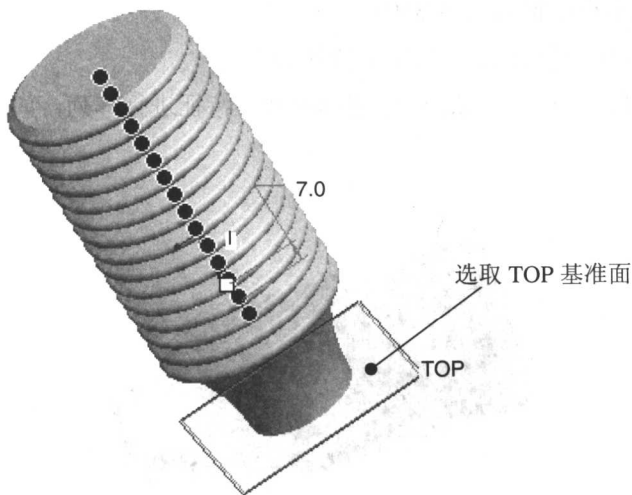

图 1.10 选取 TOP 基准面
(3) 选择阵列控制方式：在操控板中选择以“方向”方式控制阵列。
(4) 给出增量（间距）、阵列个数。选取如图 1.10 所示的 TOP 基准面，在操控板中设置增量（间距）值 7.0，并按回车键；输入阵列个数值 15，并按回车键。
(5) 在操控板中单击完成按钮 ☒。